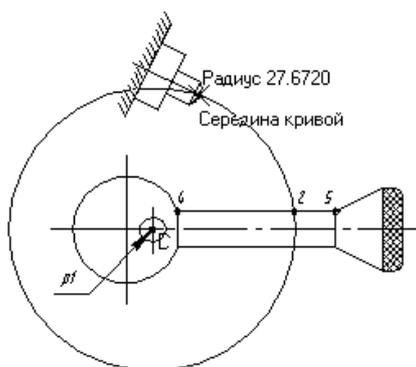

Рис. 43
1.6. Укажите курсором на отрезок упора, как это показано на рис. 43.